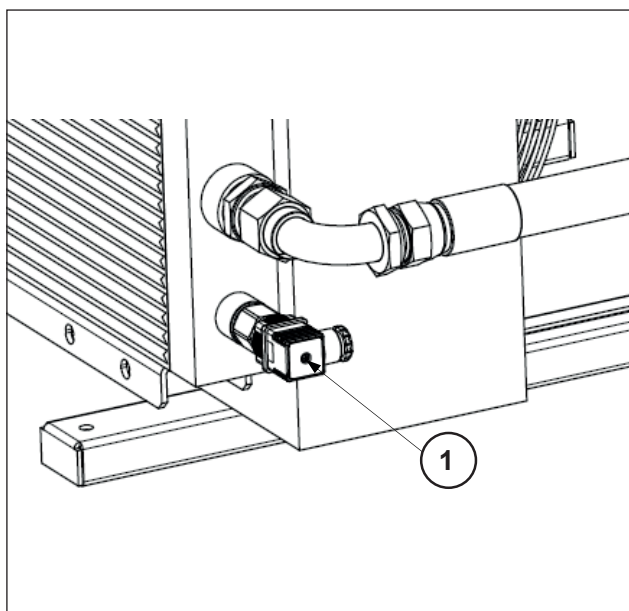

图 16
3. 然后使用 90° 弯头将第二根管道连接到位于交换器出口上方另一侧的接头（见图16的专用工具）。以80Nm的扭矩拧紧
交换器配备了一个温控器，该温控器在50° C时启动并控制风扇的干预（图 16，位置 1）